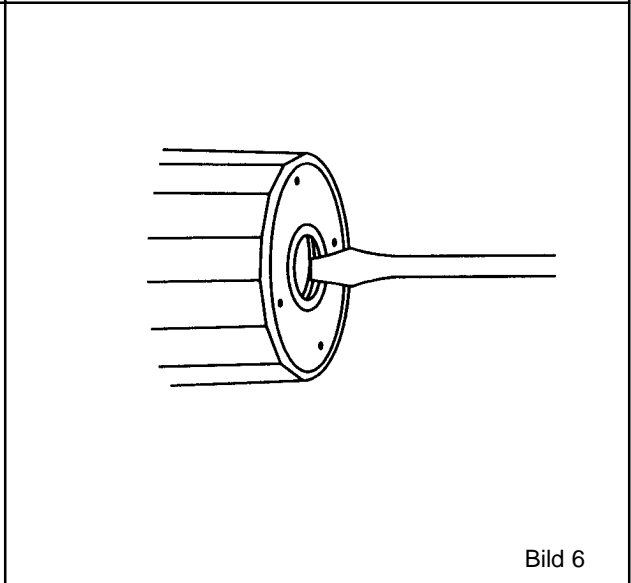

Bild 6
- Öppna luftningsskruven försiktigt med lämplig skruvmejsel, (Bild 6)
- Motorn är blockerad, t ex genom avlagringar i uppvärmningsvattnet. Åtgärd: Tag bort central låsskruv och kontrollera att pumphjulet roterar genom att vrida pumpaxeln med hjälp av en skruvmejsel, återställ i förekommande fall, (Bild 6).